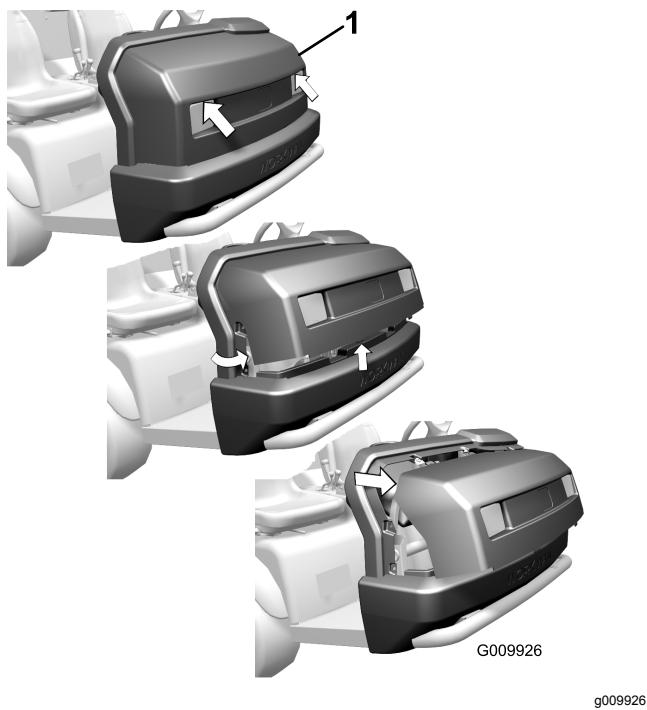

図 1
- ヘッドライトの開口部でフードをつかみ、フードを持ち上げて、下側の取り付けタブをフレームの穴から外す図1。
- フードの下側を手前に持ち上げてから下に引っ張り、上側の取り付けタブをフレームの穴から外す図1。
- フードの上側を手前に倒し、ヘッドライトからワイヤコネクタを抜く図1。